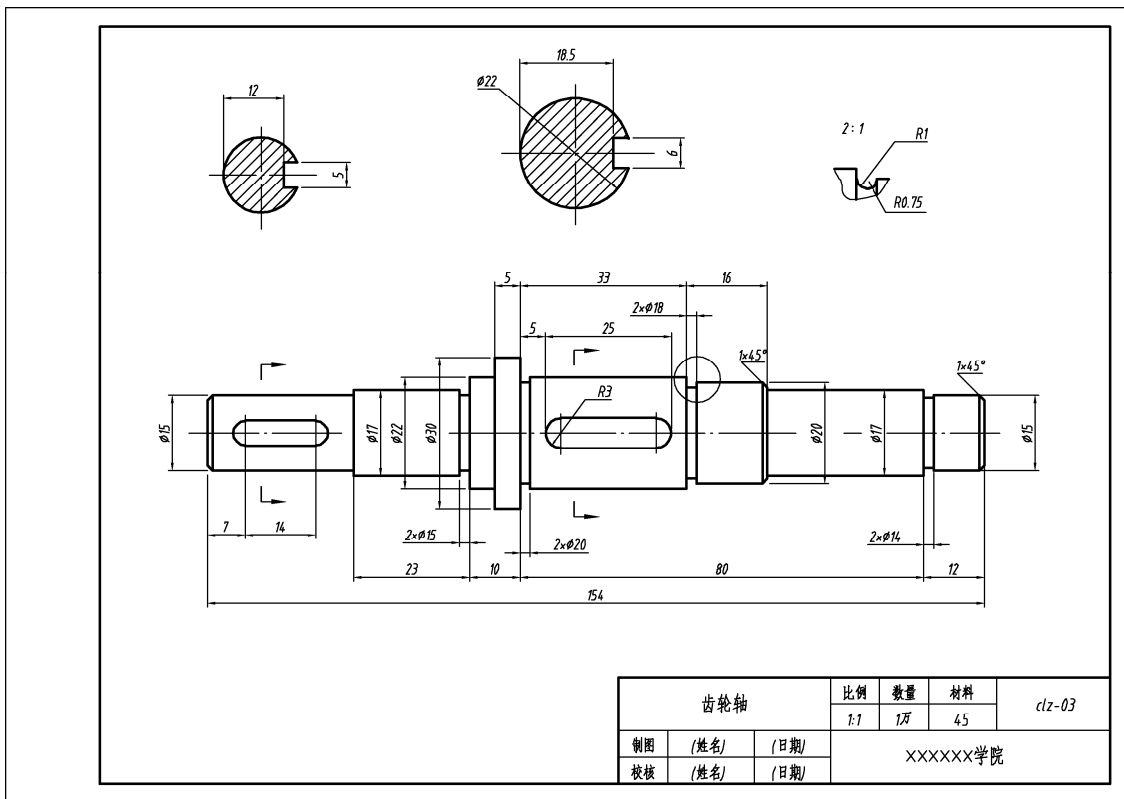

图 6.2-1
设置相关的绘图环境，绘制如图 6.2-1 所示的轴。
(1) 以自己的姓名加学号命名建立文件夹。
(2) 将图形界限设置为 420×297 ，绘制如图 6.2-1 所示的边框及标题栏。其中图中汉字采用 3.5 号和 5 号长方宋体，字高分别为 3.5 mm、5 mm。尺寸数字字高为 3.5 mm，字体为 gbeitc.shx，大字体为 gbcbig.shx，箭头长度为 5 mm。
(3) 分层绘图。图层、颜色、线型要求如表 6.2-1 所示。